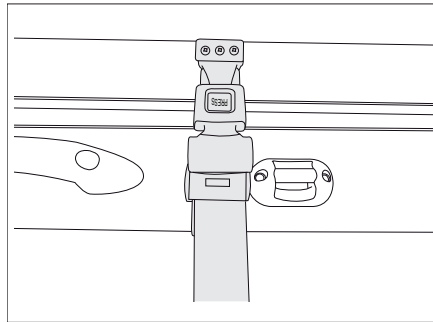

Fig. 153 Ceinture de sécurité du lit escamotable manuel
- Détacher la ceinture de sécurité (Fig. 153).
- Mettre en place la ceinture de sécurité (Fig. 153).